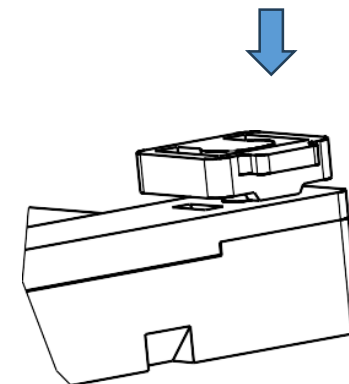

Рисунок 4 – Установка опоры
- нажмите на середину опоры до упора (рисунок 4);